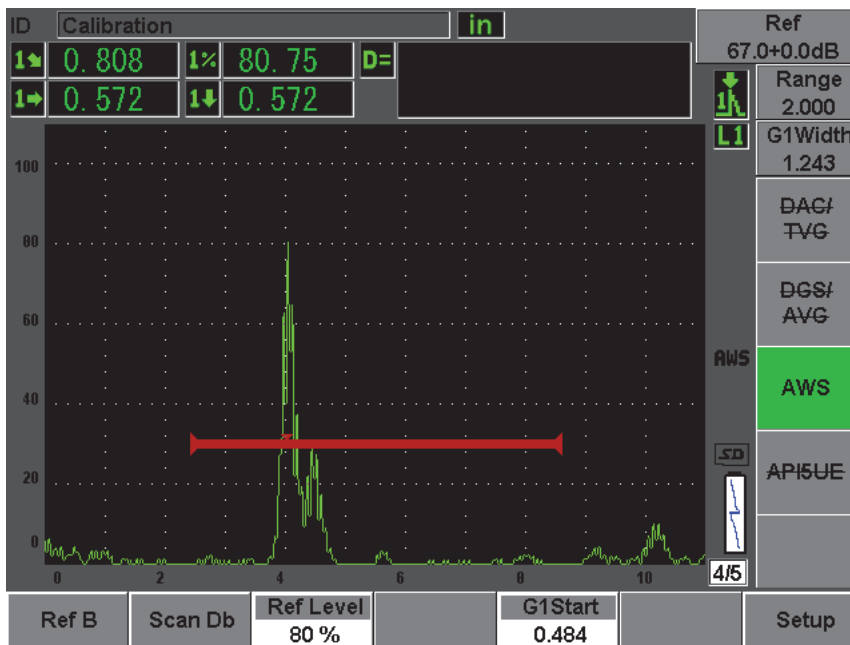

Рис. 12-19 Опорное значение В до сохранения
3. Выберите **AWS > Ref B**, чтобы сохранить стробированный отражатель в качестве значения **Ref B**, и выберите **YES (Да)**, чтобы подтвердить выбор (см. Рис. 12-19 на стр. 258).